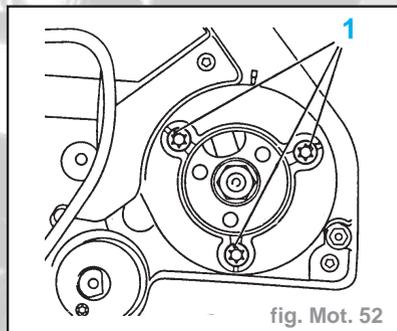

fig. Mot. 52
- Déverrouiller la fiche de faisceaux de câbles (3) dans le sens de la flèche et la déconnecter de la pompe à injection.
- Déposer les vis de fixation (1) et (2) (fig. Mot. 52 et 53).